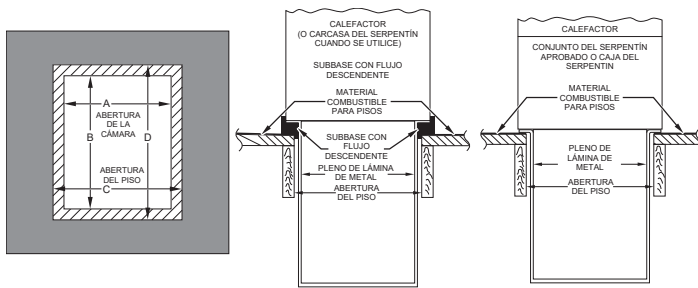

Fig. 25 – Instalación sobre piso combustible
2. Abra un agujero en el piso según la Tabla y la Fig. 25.
3. Construya la cámara según las dimensiones especificadas en la Tabla y la Fig. 25.
4. Si utiliza una subbase de flujo descendente, instale según se indica. Si se utiliza la bobina del evaporador o la carcasa de la bobina en caja del fabricante, instale como se muestra en la Fig. 25.